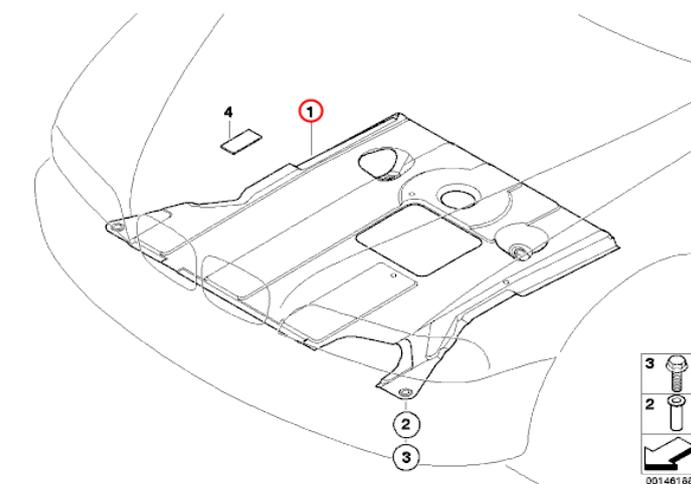

Abbildung 5
11. Demontage Aggregatenschutz (Abb. 5, Pos.1)